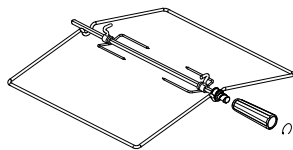
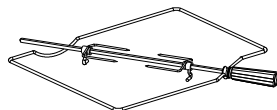

рис. 12
рис. 13
■ Электрошкаф может комплектоваться вертелом со съемной рукояткой (рис.12). В зависимости от комфортности, электрошкафы могут комплектоваться вертелами другого исполнения (рис.13). При установке и извлечении вертела использовать рукоятку, которая накручивается на резьбовую втулку.